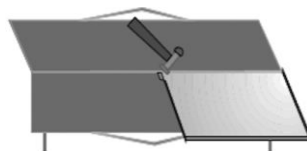

fig. 11
10. Avant de cintrer le dernier côté, frappez légèrement sur un coin près du centre de l'outil à l'aide d'un maillet (non compris). Cela permettra de libérer le matériau des matrices de presse-plierse supérieures une fois soulevées (fig. 11).